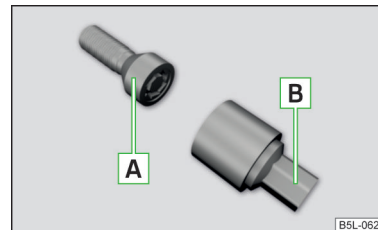

Abb. 339
Die Anti-Diebstahl-Radschrauben schützen die Räder vor einem Diebstahl. Diese lassen sich ausschließlich mit dem Aufsatzstück **B** » Abb. 339 lösen/festziehen.
- › Den Radschlüssel bis zum Anschlag auf die Radschraube stecken. Für die Anti-Diebstahl-Radschrauben das zugehörige Aufsatzstück verwenden » Abb. 339 auf Seite 305.